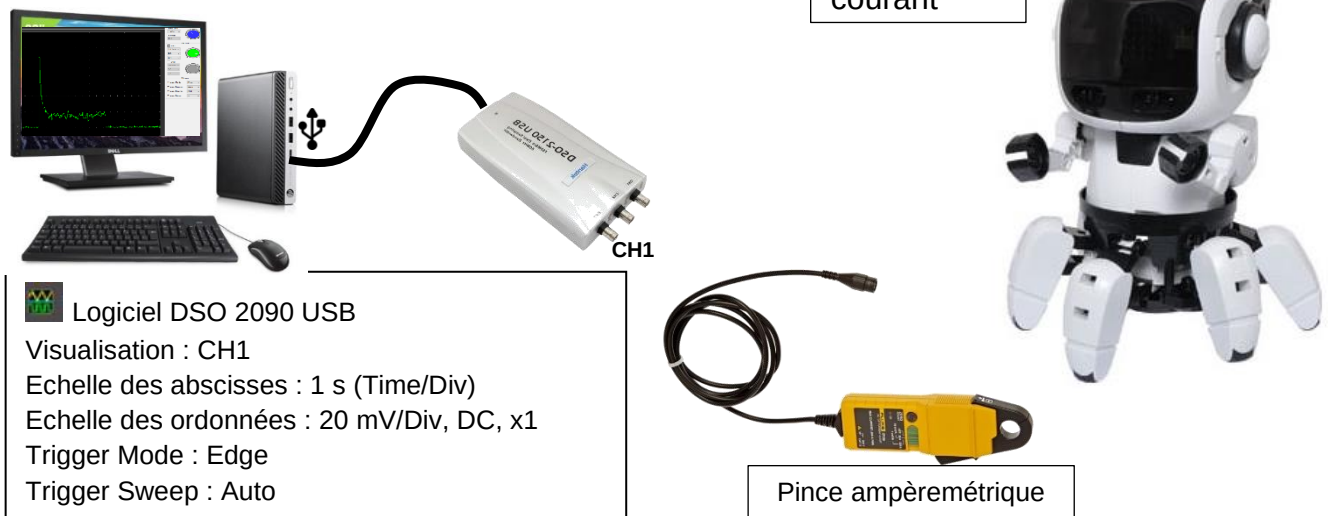

Figure 3 : schéma de câblage partiel de la mesure du courant
3.2- Relever l'allure du courant à l'oscilloscope à l'aide de la figure 3 et des étapes suivantes :
- Paramétrer le logiciel DSO 2090 (voir figure 3) ;